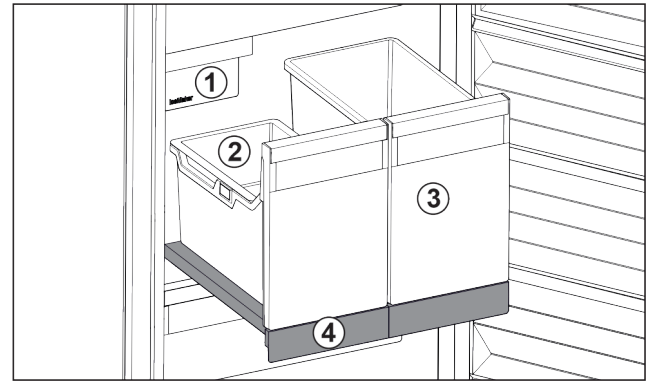

Fig. 138 Auszugsbord mit IceTower
Auf dem Auszugsbord sind zwei hohe Behälter (IceTower). Im Behälter Fig. 138 (2) werden Eiskwürfel aus dem IceMaker gesammelt und gelagert. Behälter Fig. 138 (3) eignet sich für die Lagerung von hohen Lebensmitteln wie Pizzen oder alkoholischen Getränken.